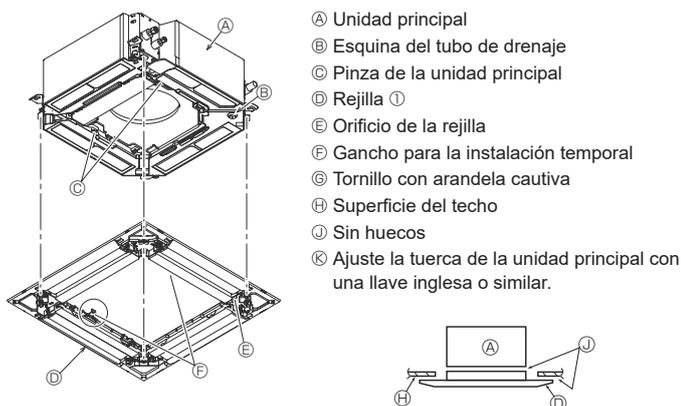

Fig. 9-6
- Ⓕ Tornillo ③
- Ⓖ Panel angular del Sensor i-see ④
9.4.2. Instalación provisional de la rejilla (Fig. 9-6)
- Sujete la rejilla a la unidad principal apretando los tornillos preinstalados. (Fig. 9-6)
- Después de apretar el tornillo, confirme que los dos ganchos de la rejilla (Fig. 9-6) estén sujetos en los ganchos de la unidad principal.